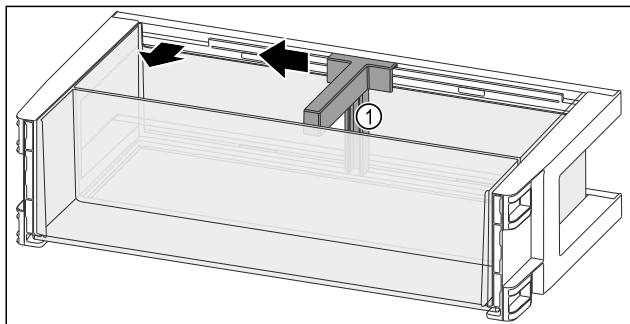

Fig. 132
- 将瓶托 Fig. 132 (1)推至槽边。
- 取出瓶托 Fig. 132 (1)。